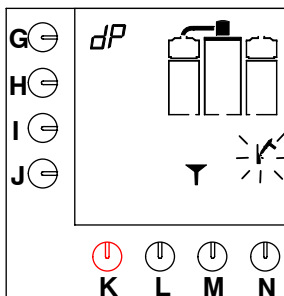

Fig. 19 El sistema de preparación de café necesita una solución descalcificadora.
- Suena una señal, aparece intermitentemente el símbolo del martillo, y se muestra un embudo en el display, vea fig. 19.